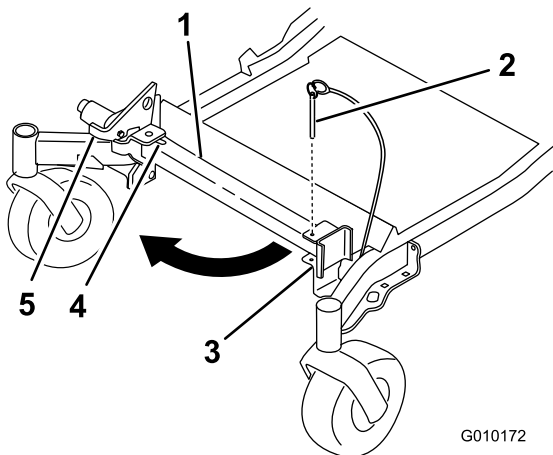
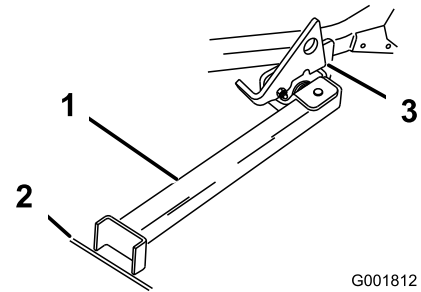

Figure 41
Figure 42
2. Retirez la goupille du support (Figure 41).
3. Soulevez le verrou. Dépliez le pied du support et poussez le support vers la machine dans la base de la fente (Figure 41 et Figure 42).
4. Posez le pied du support sur le sol et appuyez le verrou sur la languette de pivot (Figure 42).
**Remarque:** Pour obtenir de meilleurs résultats, placez le pied du support dans des fissures du trottoir ou du gazon (Figure 42).
6. Montez la machine sur le support. Arrêtez-vous quand le verrou retombe sur la languette en position verrouillée (Figure 42). Une fois la machine en place sur le support, serrez le frein de stationnement et coupez le moteur.
5. Ramenez le support à sa position de repos (Figure 41).